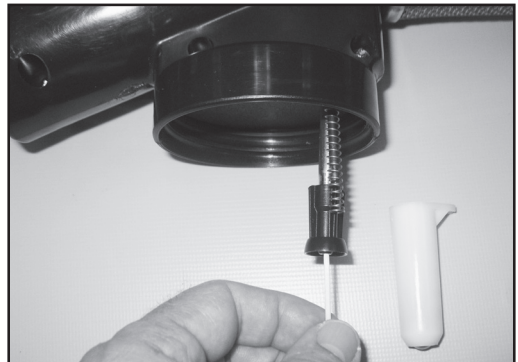

**Figure 2**
1.2.) Retirez l'accumulation de carbone de l'intérieur de la bobine si nécessaire. Voir la Figure 2.